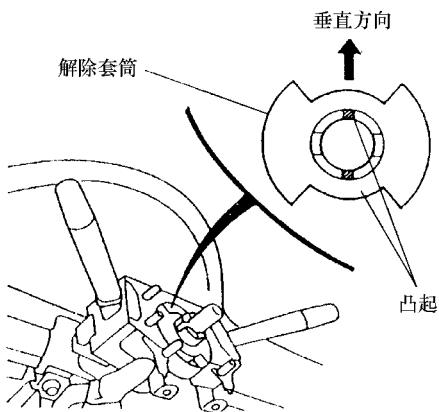

图 4-28 解除套筒的调整
- (2)先断开蓄电池负极电缆,然后再断开正极电缆,等待至少 3min。
- (3)断开安全气囊接头。
- (4)确保车轮朝向正前方。
- (5)拆下仪表板下盖和膝枕。
- (6)从转向盘上拆下 2 个 Torx 螺栓,然后拆下驾驶员侧安全气囊总成。
- (7)断开喇叭接头和定速控制设定及恢复开关接头,然后拆下转向盘螺栓。
- (8)使用转向盘拉出器拆下转向盘。
- (9)拆下转向柱盖,断开螺旋电缆和组合开关线束间的 4 引脚接头以及螺旋电缆和 SRS 主线束间的 2 引脚接头。
- (10)从转向柱上拆下螺旋电缆,调整解除套筒以使凸起在垂直方向对准,如图 4-28 所示。
- (11)小心将螺旋电缆装在转向柱轴上,然后连接螺旋电缆和组合开关线束的 4 引脚接头以及螺旋电缆和 SRS 主线束的 2 引脚接头。